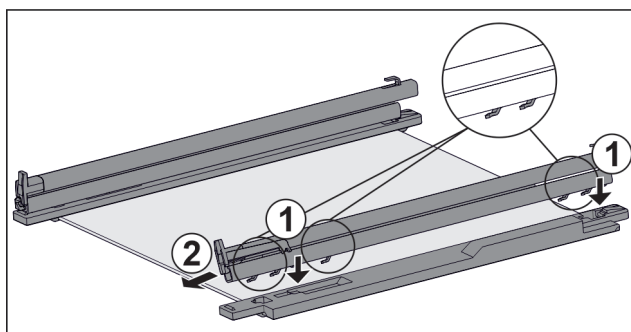

Fig. 61 Sklenená doska s koľajničkami a prídržnými dielmi
- ▶ Nasadte háky koľajničky na otvory **ľavého** pridrzného dielu. Fig. 61 (1)
- ▶ Potiahnite koľajničku dopredu. Fig. 61 (2)
- ▶ Nasadte háky koľajničky na otvory **pravého** pridrzného dielu. Fig. 61 (1)